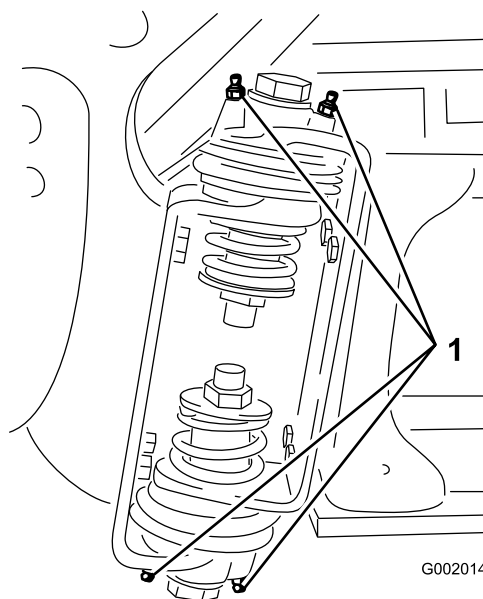

Bild 38
2. Pressen Sie Fett in die Lager oder Büchsen jedes Anschlussstückes (Bild 38).